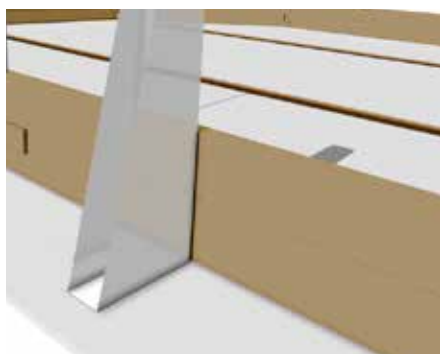

Fig. 3 / Abb. 3 / Afb. 3
- EN LAYOUT OF THE COLUMNS:** •Position the columns as shown by figure (figure 3). Tighten the columns well around the entire layer of boards. •Vertically drill the layer using a drill with a Ø 10mm bit for concrete, and using the column as a guide. The depth of the hole should be at least 100mm to guarantee good fixing. •Place the fixing bolts (with washers and nuts) into the holes and fix them with the help of a hammer. **COMPLETELY** hammer in the fixing bolts (only the head should be visible). •Tighten crosswise the 4 nuts.
- FR POSITIONNEMENT DES SABOTS :** •Placez les sabots comme indiqué sur la figure (figure 3). Plaquez bien les sabots le long des rangées de madriers. •Percez bien verticalement la chape à l'aide d'un perforateur équipé d'un foret béton Ø 10 mm, en utilisant le sabot comme gabarit. La profondeur du perçage doit être au minimum de 100 mm pour garantir une bonne fixation. •Placez les gougeons d'ancrage (avec rondelles et écrous) dans les trous et frappez-les à l'aide d'un marteau. Enfoncez **ENTIÈREMENT** les gougeons d'ancrage (seule la tête doit rester visible). •Serrez fermement en croix les 4 écrous.
- DE ANORDNUNG DER ANSCHLAGWINKEL:** •Platzieren Sie die Anschlagwinkel, wie Abb (Abb. 3). Furnieren Sie die Anschlagwinkel gut entlang der Bretterreihen. •Durchbohren Sie die Schicht vertikal mit Hilfe einer Bohrmaschine und einem Betonbohrer mit 10 mm Ø, wobei der Anschlagwinkel als Muster dient. Die Tiefe der Bohrung muss mindestens 100 mm betragen, um eine gute Befestigung zu garantieren. •Platzieren Sie die Befestigungsstifte (mit Unterlegscheiben und Schrauben) in den Öffnungen und schlagen Sie mit einem Hammer darauf. **Hämmern Sie die Befestigungsstifte GANZ** ein (nur der Kopf darf noch sichtbar sein). •Ziehen Sie die 4 Schrauben kreuzweise fest.
NL PLAATSING VAN DE METALEN STEUNBALKEN: •Plaats de metalen steunbalken zoals te zien is op afbeelding (afbeelding 3). Schroef de metalen steunbalken stevig vast tegen de plankenrijen. •Boor perfect vertikaal gaten in de betonplaat met behulp van een boormachine voorzien van een boor voor beton van Ø 10 mm, gebruik de metalen steunbalk als patroon. De diepte van het boorgat moet tenminste 100 mm bedragen om een goede fixatie te garanderen. •Plaats de ankerbouten (met ringen en moeren) in de gaten en sla ze vast met behulp van een hamer. **De ankerbouten VOLLEDIG vastdraaien**(alleen de kop mag te zien zijn). •Draai de 4 moeren kruislings stevig vast.